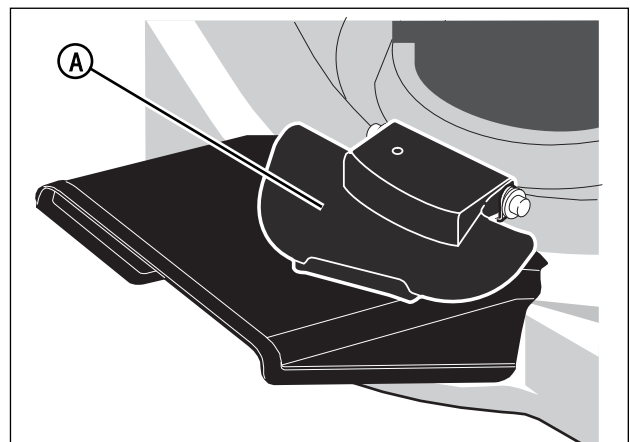

Figura 15: Liberación de la cubierta del triturador
4. Baje la cubierta del triturador (A, Figura 15).